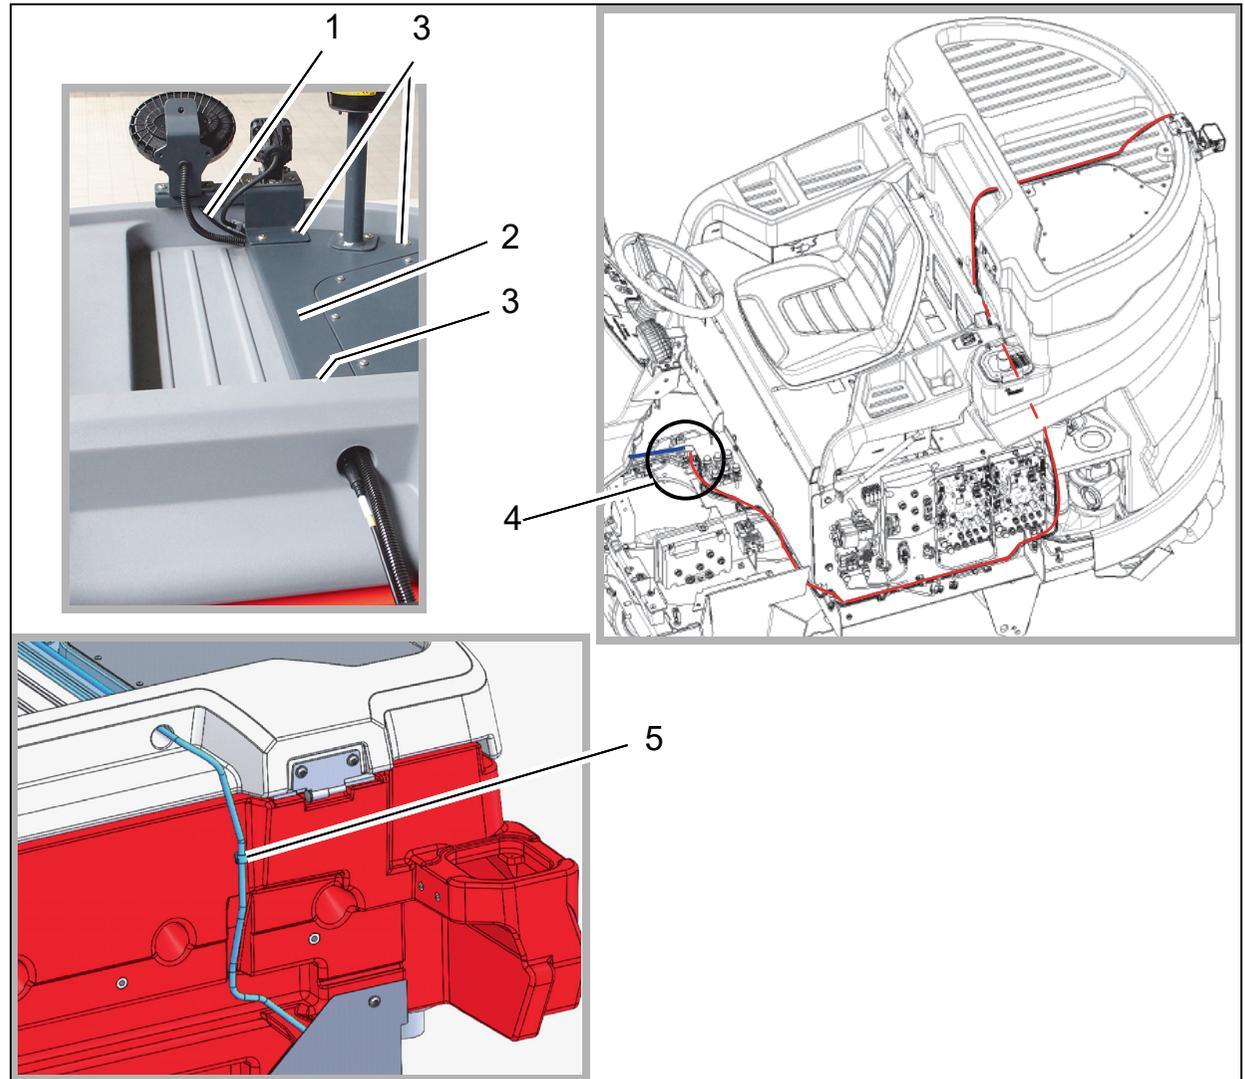

Abb. 7
1. Kamerakabel unter der Optionsbrücke verlegen (Abb. 7/1).
2. Kamerakabel mit dem Abdeckblech (Abb. 7/2) abdecken.
3. Abdeckblech mit drei Linsenflanschschrauben M6x12 (Abb. 7/3) auf dem Tankdeckel befestigen.
5. Kamerakabel mit dem Stecker CAM4 des Monitorkabels verbinden (Abb. 7/4). CAM1-3 werden nicht verwendet.
6. Welschlauch mit Welschlauchhalter am Tank befestigen (Abb. 7/5).